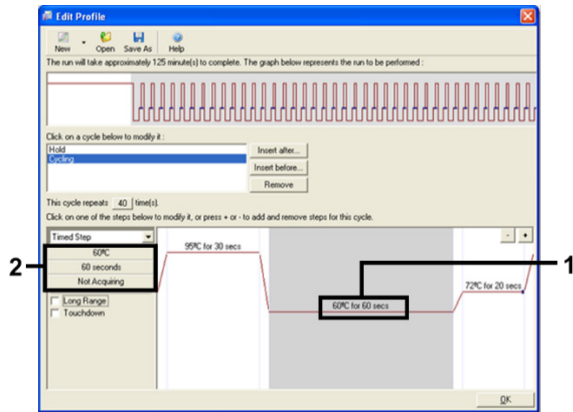

Figure 7. Étape de cycle à 60 °C.
9. Mettre la deuxième étape en surbrillance et la définir sur 60 °C pendant 60 secondes. Cliquer sur Not Acquiring (Pas d'acquisition) pour activer l'acquisition de données pendant cette étape. (figure 7).